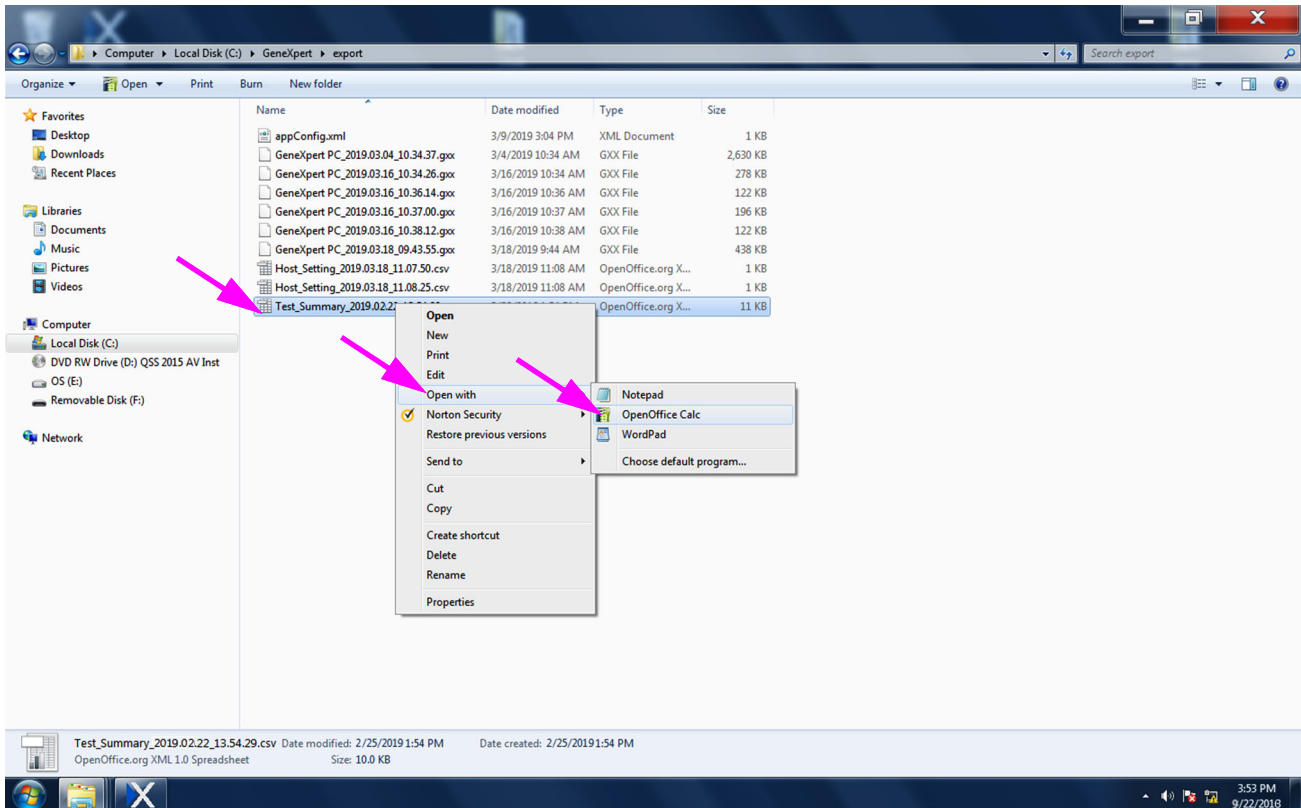
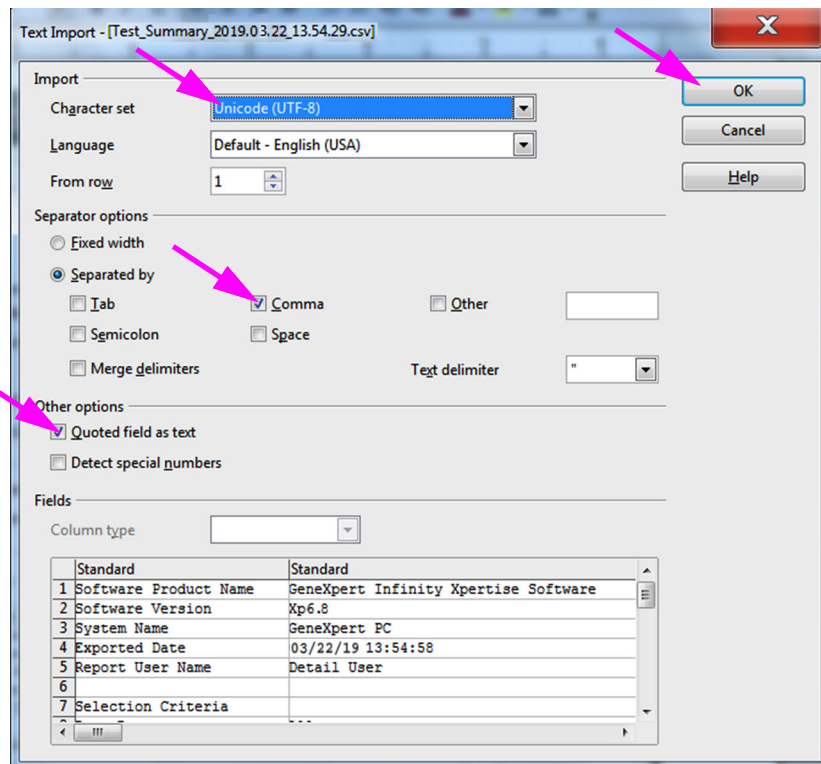

図 C-11. Apache OpenOffice で .csv ファイルを開く
図 C-12. テキストインポート画面、正しい設定を選択
- エクスポート (Export)** フォルダで、開きたい .csv ファイルを右クリックします。ドロップダウンメニューが表示されたら、**プログラムから開く (Open with)** をクリックして **OpenOffice Calc** を選択します (図 C-11 を参照)。「テキストのインポート (Text Import)」ダイアログボックスが表示されます。図 C-12 を参照。
- 「テキストのインポート (Text Import)」ダイアログボックスで、**カンマ (Comma)** と **テキストの引用フィールド (Quoted field as text)** 左側のチェックボックスにチェックマークが入っていることを確認します。図 C-12 を参照。